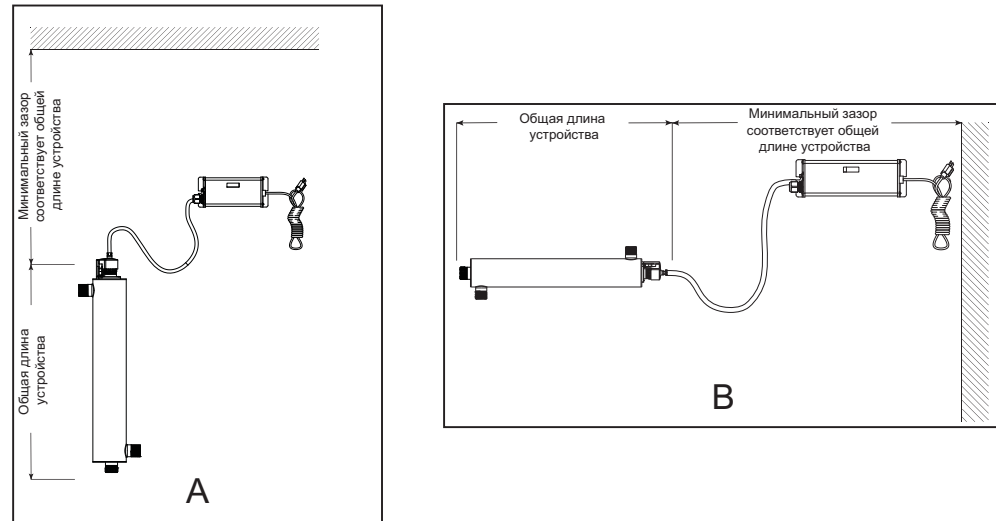

Рисунок 4 Установка системы дезинфекции — вертикальное и горизонтальное положение
- Выберите подходящее место для установки системы дезинфекции и соответствующих компонентов. Поскольку рекомендуется установка GFCI, следует рассмотреть такую возможность до начала установки. Систему можно установить в вертикальном положении (входным портом вниз), как показано на Рисунок 4 А, или в горизонтальном положении, как показано на Рисунок 4 В. Однако наиболее предпочтительна установка в вертикальном положении. При выборе местоположения для установки оставьте достаточно места для снятия УФ-лампы и/или кварцевой трубки (как правило, оставляют достаточно места для самой камеры).